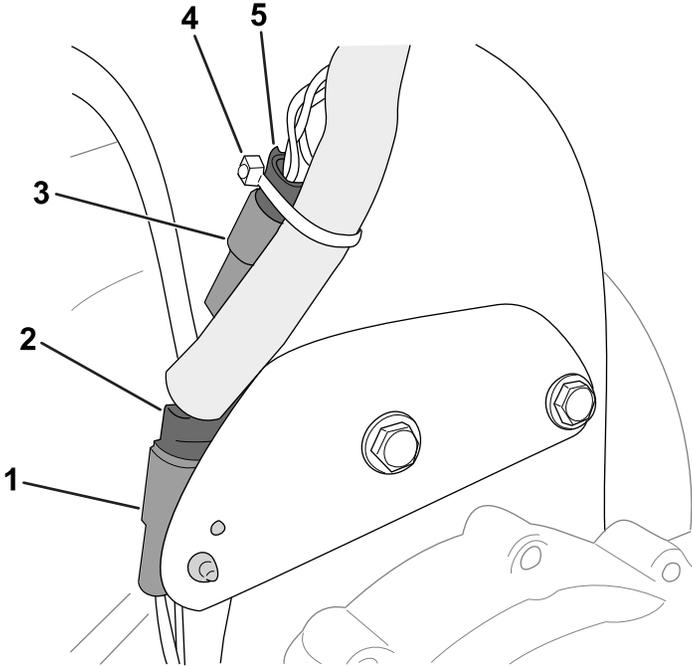

图 5
1. 将马达齿轮箱的 2 针接头连接到线束支架的夹子接头 图 5。
2. 将马达接头连接到套件线束接头 图 5
7. 使用扎带将 图 5 所示的接头固定到套件线束。